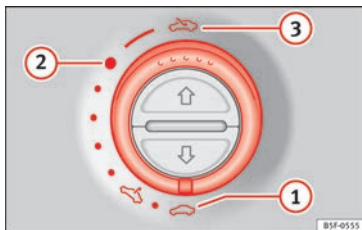

Fig. 11
- Abrir: rode o interruptor para a posição » Fig. 11 ③.
- Posição de conforto: rode o interruptor para a posição » Fig. 11 ②.
- Fechar: rode o interruptor para a posição » Fig. 11 ①.